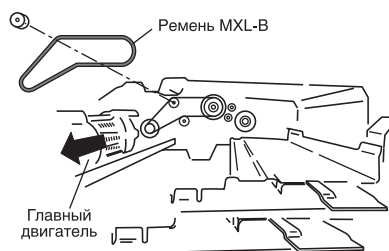

Рис. 9. Снятие приводного ремня MXL-B
4. Снимите ремень MXL-B (рис. 9).